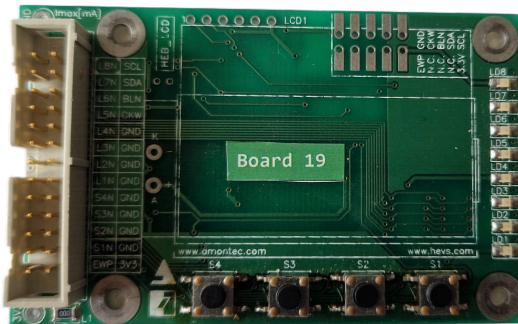

Abbildung 5 - Knopf LED Platine [8]
- Eine Steuerplatine mit 4 Tasten und 8 LEDs, siehe Abbildung Abbildung 5.